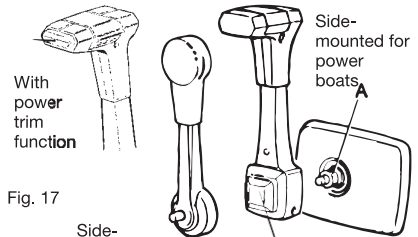

Fig. 17
- Fetten Sie die Nut der Schaltachse (A Fig.17) sparsam.
- Ziehen Sie die Befestigungsschraube (C Fig.17) vorsichtig an, damit der Schalthebel auf der Achse fixiert ist. Schraube nicht zu fest anziehen!